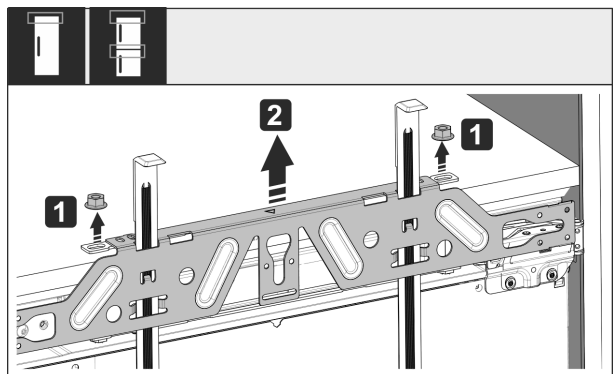

Fig. 51
► Svitare i controdi Fig. 51 (1).
► Togliere la traversa di fissaggio Fig. 51 (2).